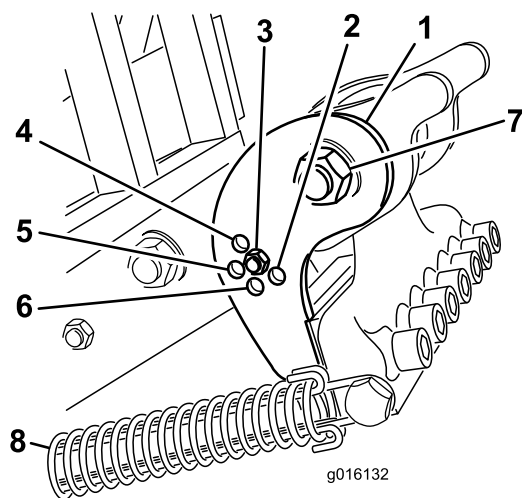

Figura 38
Impostate la staffa di inclinazione (Figura 38) alla posizione corretta in base alla lunghezza delle fustelle. Il fermo della testa viene impostato alle posizioni predefinite da 1 a 5 selezionando il foro attraverso il quale si fissa l'asta di regolazione. Questi fori sono predefiniti; ad esempio, utilizzando fustelle da 25,4 cm nella posizione da 30,48 cm si ottiene una finitura più leggera; dipende dall'applicazione.
3. Allentate la tensione della molla sulla testa delle fustelle (Figura 38).
4. Rimuovete il dado e il bullone nei fori di regolazione nella staffa di inclinazione (Figura 38).